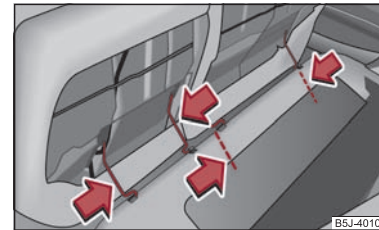

Abb. 55 Sitzflächen herausnehmen
- Drücken Sie die Drahtbügel in Pfeilrichtung ⇒ **Abb. 55** und nehmen Sie die Sitzfläche aus der Halterung. ▶